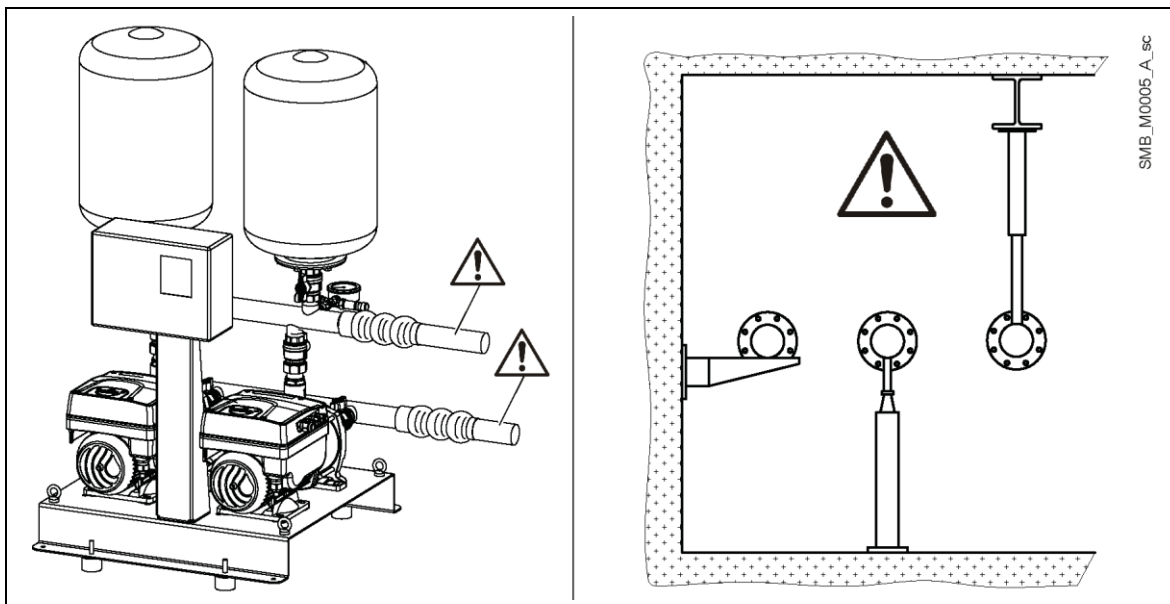

Figura 7: Instalación mecánica del grupo de presión
- Monte juntas de expansión y soportes adecuados para proteger del esfuerzo la tubería, vea la Figura 7. El peso de los tubos y de los tanques de presión aumenta cuando están llenos de agua. Antes de arrancar el grupo, asegúrese de haber cerrado y apretado todas las conexiones no utilizadas.